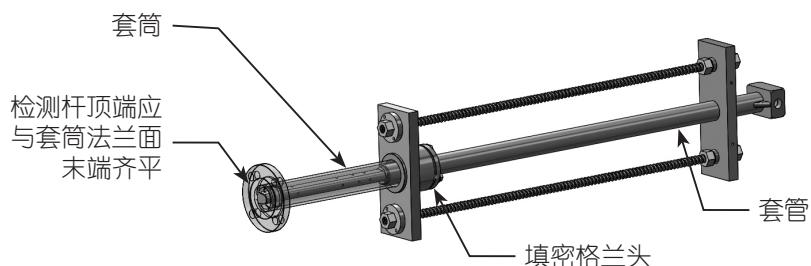

图 3. 套筒
- 拔出威力巴®，可使检测杆顶端与套筒末端齐平（参见图 3）。拧紧填密格兰头上的三个填密螺栓。